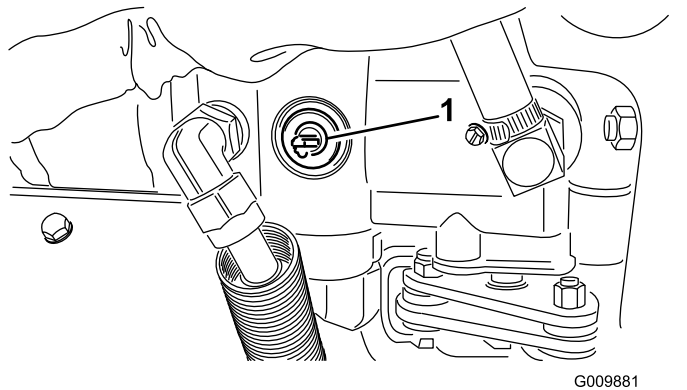

Figura 31
- 1. Localice la válvula de desvío en la bomba (Figura 31) y gírela 90° (la llave de la válvula de desvío debe estar horizontal cuando está abierta).